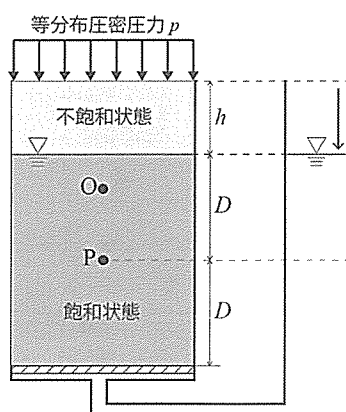

図 3
- c) b) の後に、パイプの水位を h 下げたとき（図 3）